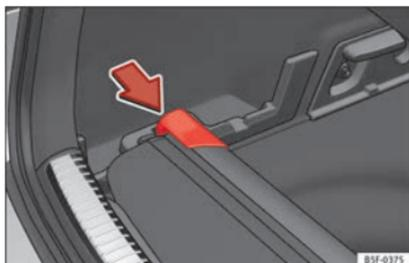

Fig. 167 En el maletero: alojamiento para guardar la bandeja portaobjetos.
- Presione el cabezal de la bandeja portaobjetos en el sentido de la flecha hasta encajarlo en el alojamiento previsto para tal uso »» fig. 167.